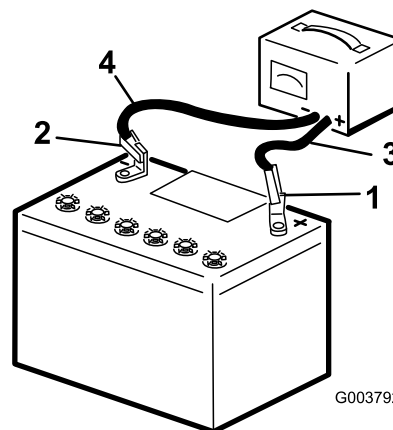

Figura 7
1. Collegate un caricabatterie (Figura 7) e caricate la batteria per almeno un'ora a 6–10 A. Non sovraccaricate.
2. Quando la batteria è completamente carica, staccate il caricabatterie dalla presa elettrica e scollegate i cavi di ricarica dai poli della batteria (Figura 7).